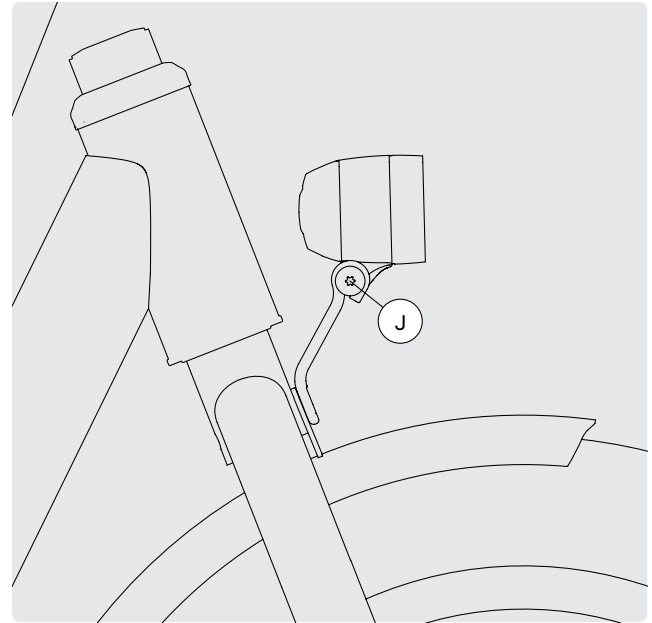

BILD 50
- 1 Lossa justeringsskruven J på framljuset (Bild 50).